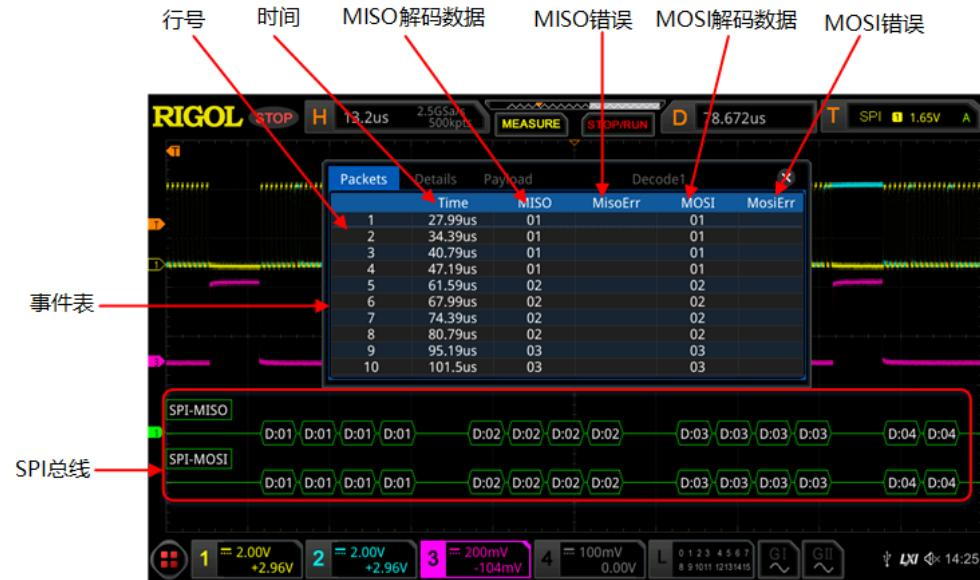

图 15.8 SPI 解码事件表
- 打开或关闭事件表：连续按 **事件表** 键，打开或关闭事件表显示。打开事件表，屏幕弹出如 图 15.8 所示的事件表。您也可以用触摸屏功能触摸事件表右上方的图标  关闭事件表功能。